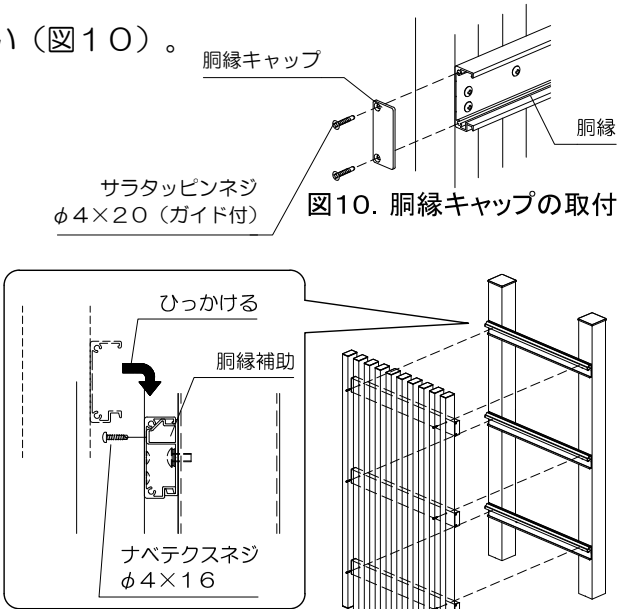

図11. 本体セットの取付
- (2) 胴縁補助に本体セットをひっかけ、ナベテクスネジφ4×16で固定してください（図11）。